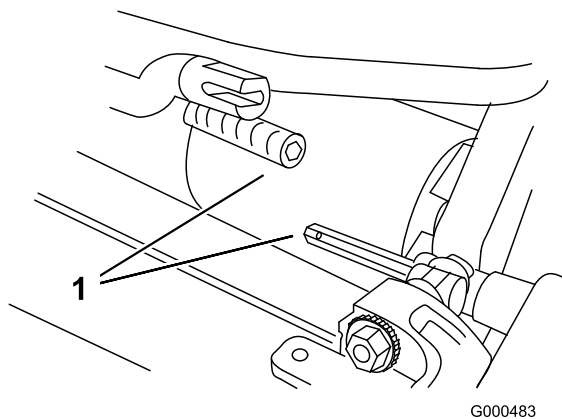

Figura 4
3. Empurre a unidade de corte para baixo da unidade de tracção e para a esquerda para engatar a união da transmissão (Figura 4).